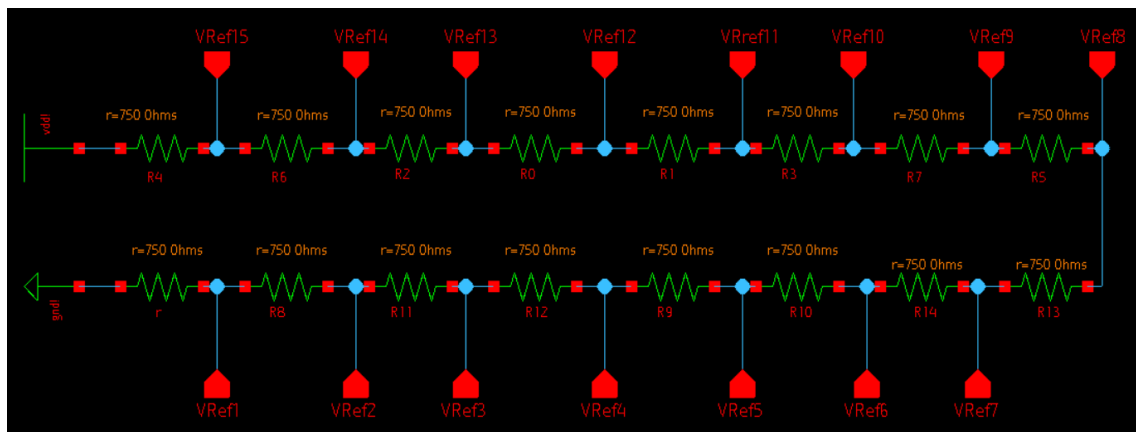
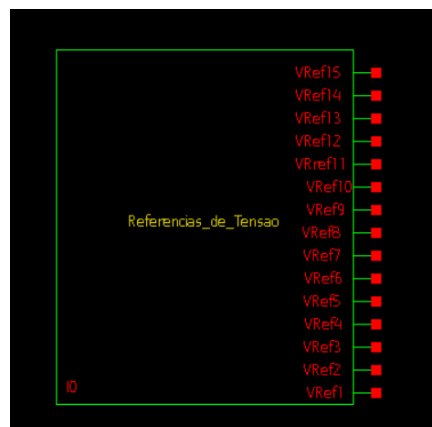

Fig. 1 – Esquemático com as 16 resistências ideais
Fig. 2 – Símbolo para Referências de Tensão
para isolar a corrente, uma vez que a tensão (U) é fixa em 1,2 V. Assim, obtém-se a corrente de 0,0001 A ou 100 μA . Além disso, usando a Lei de Ohm, temos que a resistência total deve ser de aproximadamente 12 k Ω . Logo, o valor da resistência de cada resistor deve ser de 0,75 k Ω ou 750 Ω (valor obtido ao dividir 12 k Ω por 16 unidades). O esquemático com todas as resistências é mostrado na Fig. 1, enquanto seu símbolo, chamado “Referencias_de_Tensao” é mostrado na Fig. 2.